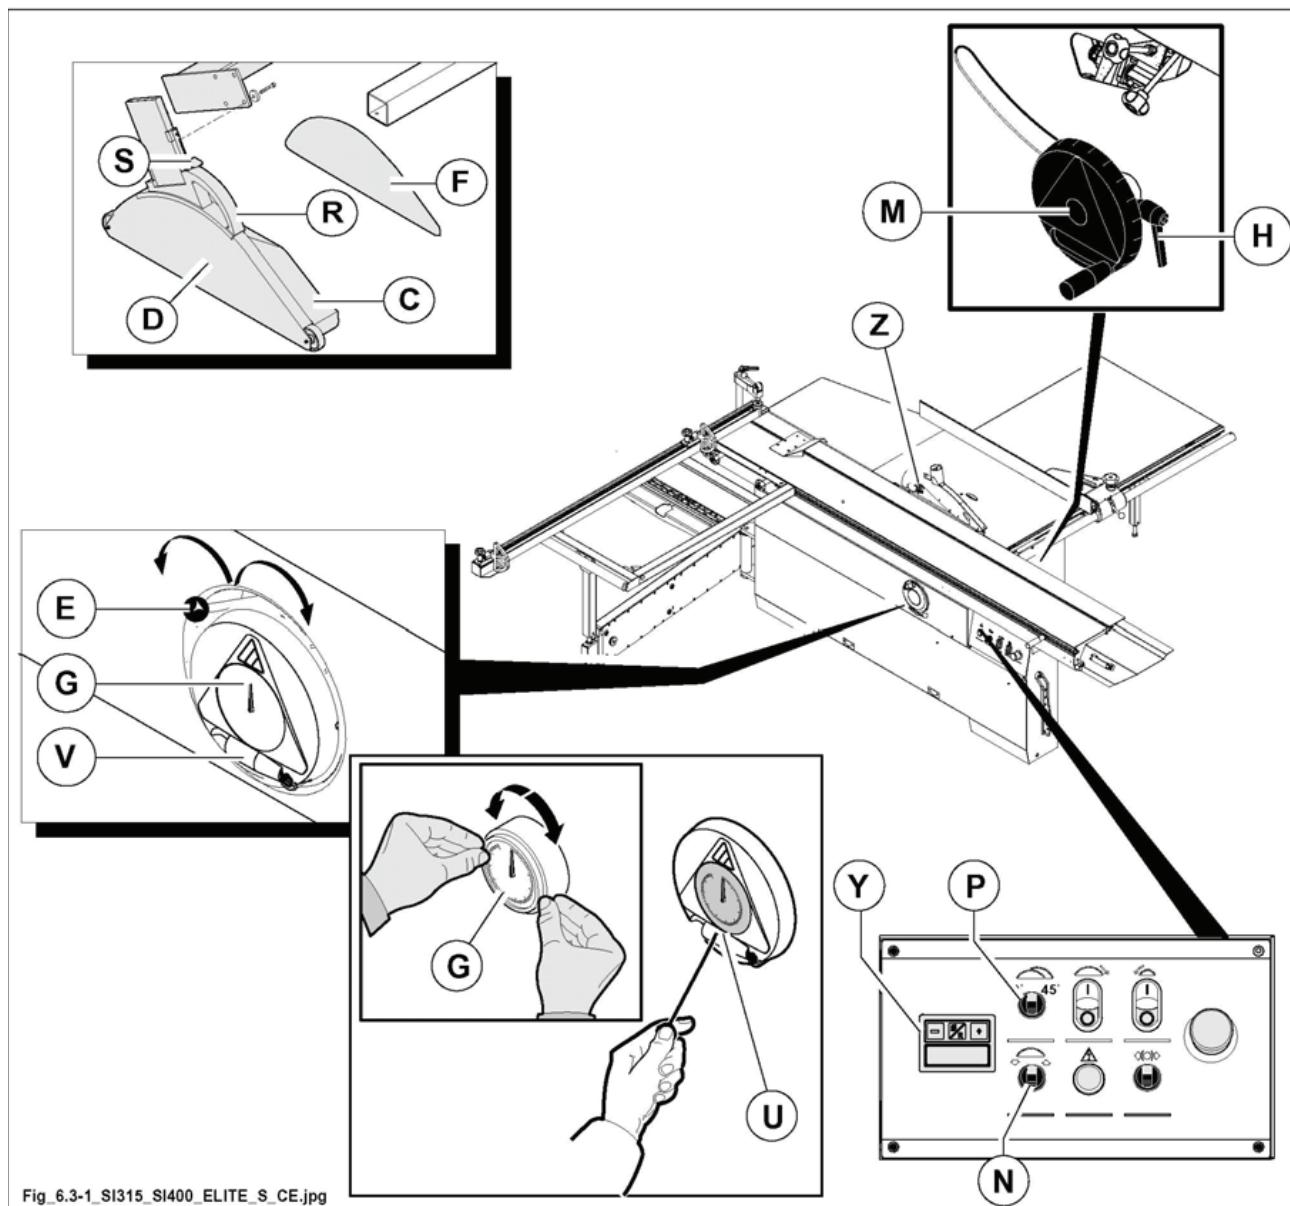

Рис. 6.3-1
- Поднять защиту (D рис. 6.3-1).
- Ослабить ручку (H рис. 6.3-1).
- Повернуть маховичок (M рис. 6.3-1) по часовой стрелке, лезвие поднимется.
- После выполнения регулировки, зажать ручку (H рис. 6.3-1), чтобы разблокировать маховичок (M рис. 6.3-1).
- Установить защиту (D рис. 6.3-1) / (Z рис. 6.3-1) на максимальной высоте 4-5 мм от обрабатываемого элемента.
- Повернуть переключатель (N рис. 6.3-1) на символ , чтобы поднять лезвие и в сторону , чтобы опустить его.
- Разблокировать ручку (E рис. 6.3-1) и повернуть маховичок (V рис. 6.3-1), чтобы наклонить лезвие до 45°.
- Прочесть значение наклона на цифровом индикаторе (G рис. 6.3-1) и зажать ручку (E рис. 6.3-1).
Если показания индикатора G (рис. 6.3-1) сбиты, выполнить его настройку следующим образом:
- Вывинтить винт U (рис. 6.3-1) и снять индикатор.
- Повернуть переключатель (P рис. 6.3-1) в сторону , или в сторону , чтобы изменить наклон лезвия.
- Прочитать наклон на дисплее (Y рис. 6.3-1).
Устройство поставляется с двумя типами кожухов: F (рис. 6.3-1) - для распила пилой, установленной под углом 90°, и C (рис. 6.3-1) - для распила пилой, установленной под наклоном.
при работе пилой под углом 90° необходимо использовать кожух F (рис. 6.3-1).
При работе пилой, установленной под наклоном, необходимо установить кожух С (рис. 6.3-1).
заменить задний борт (F рис. 6.3-1) на борт (C рис. 6.3-1):
- Поднять защиту до упора (D рис. 6.3.1) и вытащить задний борт (F рис. 6.3.1).
- Вставить широкий фланец (C рис. 6.3.1, поставляется).
поднимать или опускать кожух с помощью ручки R (рис. 6.3-1) и рычага S (рис. 6.3-1) в зависимости от толщины заготовки.